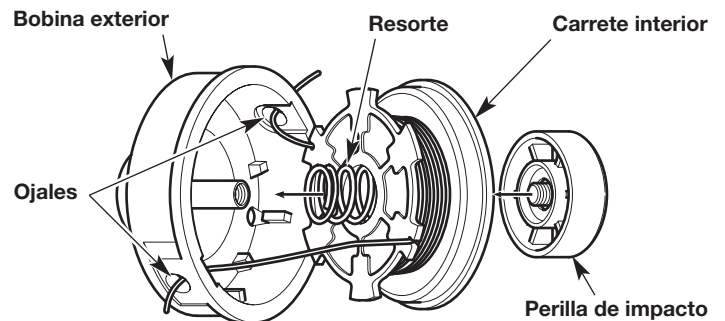

Fig. 32
1. Pase los extremos de los hilos a través de los ojales de la bobina exterior. Coloque el resorte dentro del carrete interior. Inserte el carrete interior dentro de la bobina exterior. Oprima el carrete interior y la bobina exterior uno contra otro (Fig. 32).